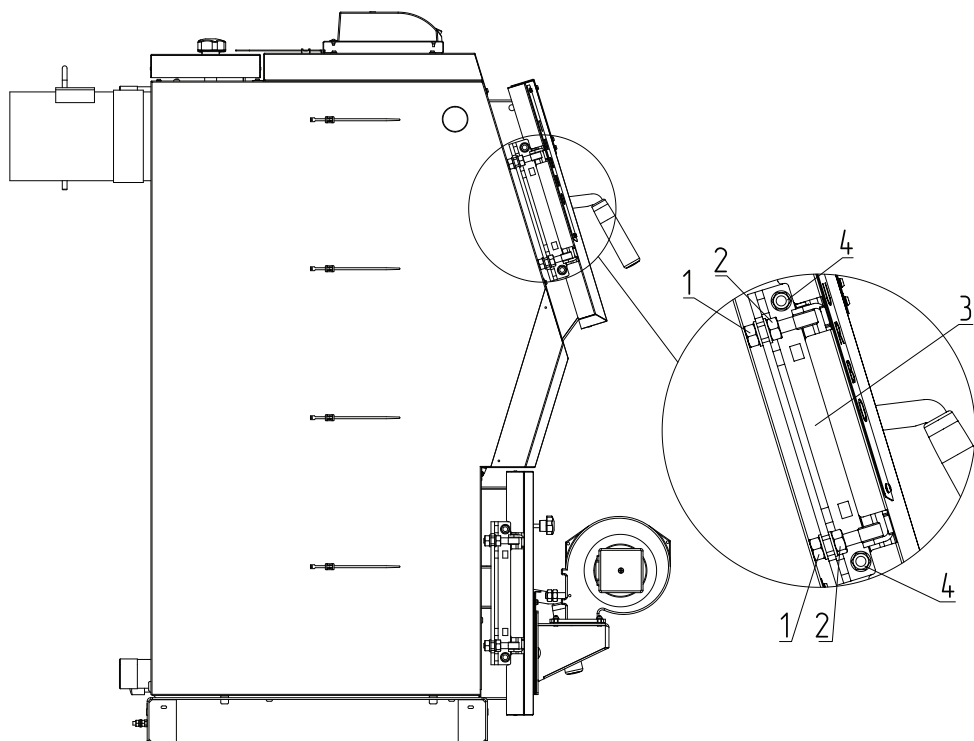

Рис.7 Регулировки петли дверцы загрузочной
- Ослабить гайки (**Рис.7, поз.1**);
- Вращая гайки (**Рис.7, поз.2**) установить необходимое прилегание к арке двери;
- После установки необходимого прилегания к арке двери, затянуть гайки (**Рис.7, поз.1**).
- Ослабить гайки (**Рис.7, поз.4**);
- Установить нужную высоту двери перемещая петлю двери вверх или вниз (**Рис.7, поз.3**).
- После установки высоты двери, затянуть гайки (**Рис.7, поз.4**).